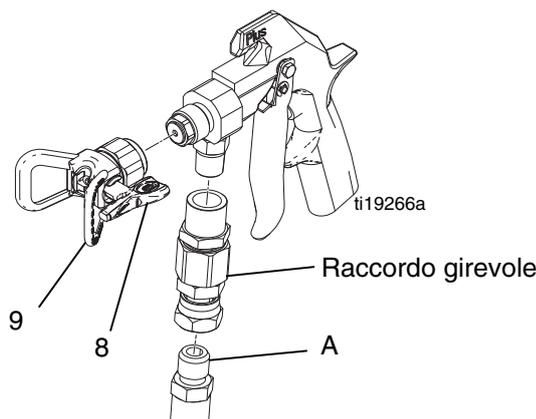

FIG. 2
2. Dopo aver rimosso l'ugello reversibile (8) e la protezione dell'ugello (9), avviare la pompa. Lavare la pompa secondo le istruzioni fornite. Utilizzare la minima pressione possibile.
5. Installare l'ugello reversibile (8) e la protezione dell'ugello (9). Vedere la FIG. 2.